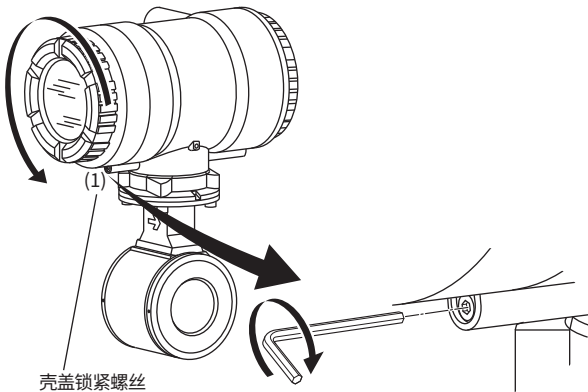

图3.4.1 取下显示器壳盖
- 用扳手沿顺时针方向拧松壳盖锁紧螺丝(1)(参阅图 3.4.1), 打开壳盖。从制造厂发货时, 壳盖是锁紧的。手持流量计, 沿逆时针方向旋转, 取下壳盖。
(3) 安装壳盖
- 使用六角扳手(标称尺寸3)逆时针方向拧紧壳盖锁紧螺丝(1)(参阅图3.4.1), 锁紧壳盖。